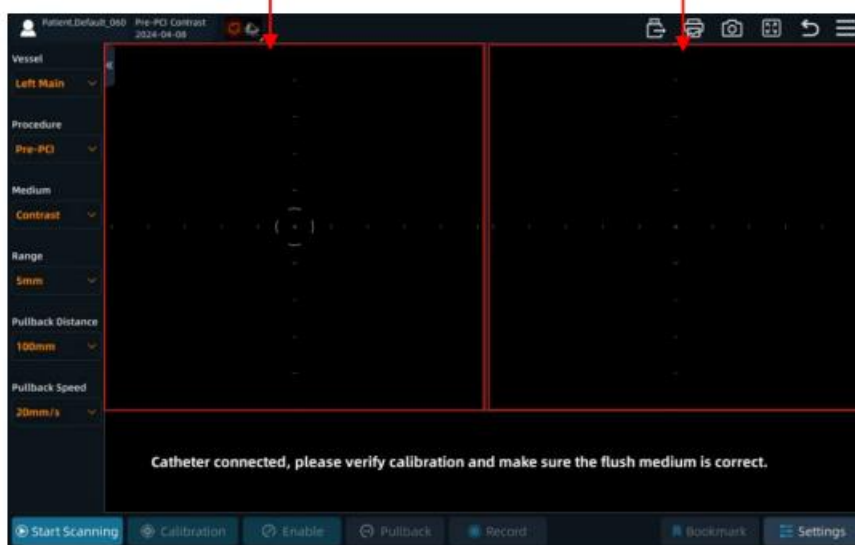

Рисунок 4-25: Двухмодальный экран ОКТ-ВСУЗИ для получения изображения
- Когда подключен катетер для внутрисосудистой визуализации C1-1, интерфейс «Получение изображения» работает в двух режимах ОКТ-ВСУЗИ, как показано на рис. 4-25. В этом режиме вы можете переключиться на отдельное отображение изображений ОКТ или ВСУЗИ.